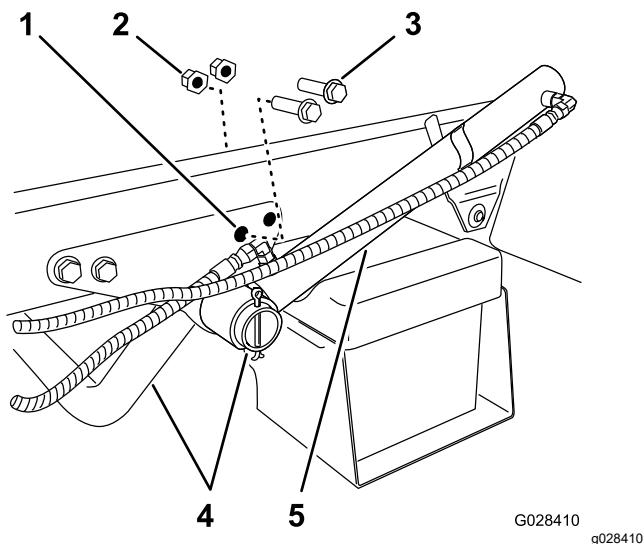

Figura 6
1. Demontați cele 2 șuruburi cu guler din spate și cele 2 contrapiulițe cu guler care fixează suportul tubului motorului pe cadrul mașinii (Figura 6).
2. Rotiți cilindrul de ridicare pentru a crea spațiu pentru instalarea suportului de fixare pentru sania rezervorului (Figura 6).